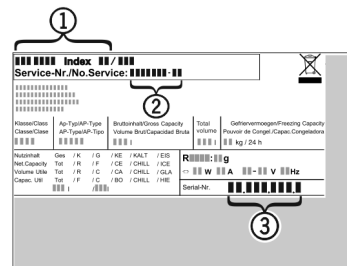

Fig. 7
- ▶ Ierīces nosaukumu *Fig. 7 (1)*, servisa Nr. *Fig. 7 (2)* un sērijas Nr. *Fig. 7 (3)* nolasi no datu plāksnītes. Datu plāksnīte atrodas ierīces iekšpusē pa kreisi.
- ▶ Informējiet tehniskās apkopes dienestu un paziņojiet par bojājumu, ierīces nosaukumu *Fig. 7 (1)*, servisa Nr. *Fig. 7 (2)* un sērijas Nr. *Fig. 7 (3)*.